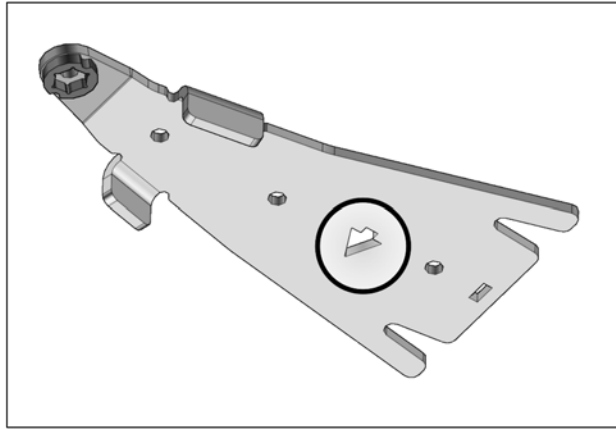

Fig. 1
1. Des flèches indiquant l'avant du véhicule sont découpées aux composantes principales des ancrages. S'assurer que ces flèches pointent vers l'avant du véhicule à l'assemblage de celles-ci. Fig. 1